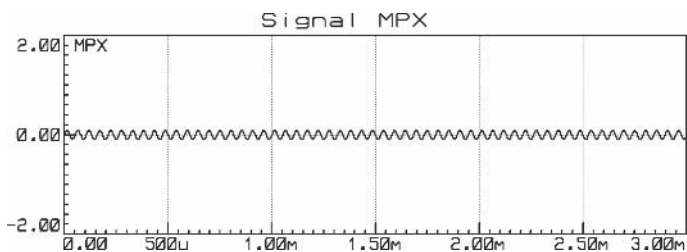

Figure 7.5
**Sepatoo** – L’amplitude de la porteuse 19 kHz doit être de 0,2 Vcc, comme le montre la **figure 7.5**.